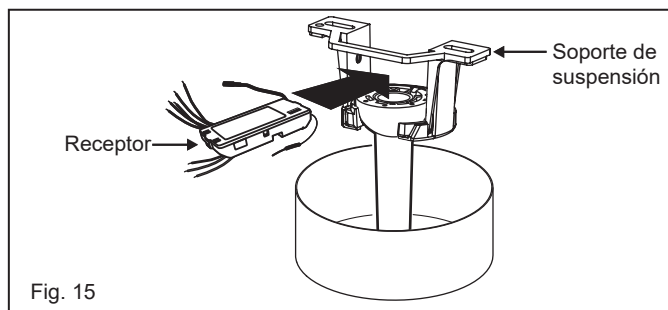

Fig. 15
1. Inserte el receptor en el soporte de montaje del techo con el lado plano del receptor hacia el techo. (Fig. 15) Para un rendimiento óptimo, asegúrese de que la antena negra y la antena Wi-Fi, en el extremo del receptor, permanezcan extendidas y no se enreden con ningún cable eléctrico.